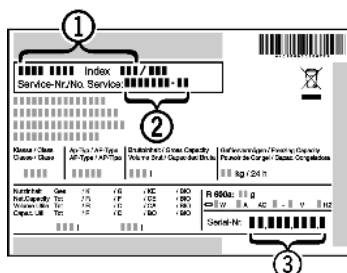

Fig. 7
► Relever la désignation de l'appareil Fig. 7 (1), le n° de service Fig. 7 (2) et le n° de série Fig. 7 (3) sur la plaquette signalétique. Cette plaquette se trouve sur la paroi intérieure gauche de l'appareil.
- Informer le S.A.V. et lui communiquer la panne, la désignation de l'appareil Fig. 7 (1), le n° de service Fig. 7 (2) et le n° de série Fig. 7 (3).